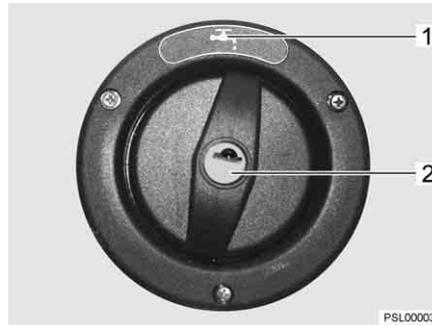

Fig. 228 Coperchio per bocchettone di riempimento dell'acqua potabile (Ixeo)
Il bocchettone di riempimento dell'acqua potabile è contrassegnato dal simbolo "☞" (Fig. 228,1). Il coperchio viene aperto e chiuso con la chiave per le serrature degli sportelli esterni.
- Inserire la chiave nel cilindro della serratura (Fig. 228,2) e ruotare in senso antiorario di un quarto di giro.